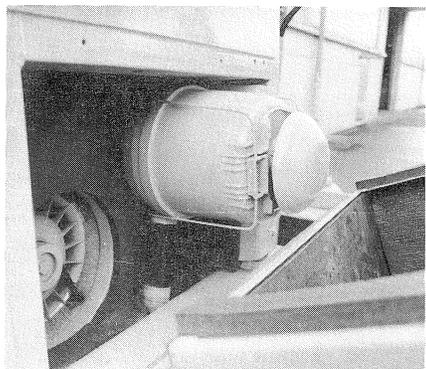

FIG. 50
- 2 - Ecarter latéralement les attaches de retenue fig. 50.